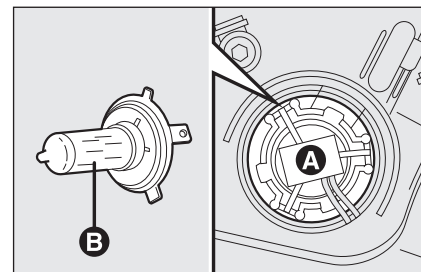

fig. 17
- ☐ Tryk på det midterste elektriske stik **A-fig. 17**, og træk hele enheden ud.